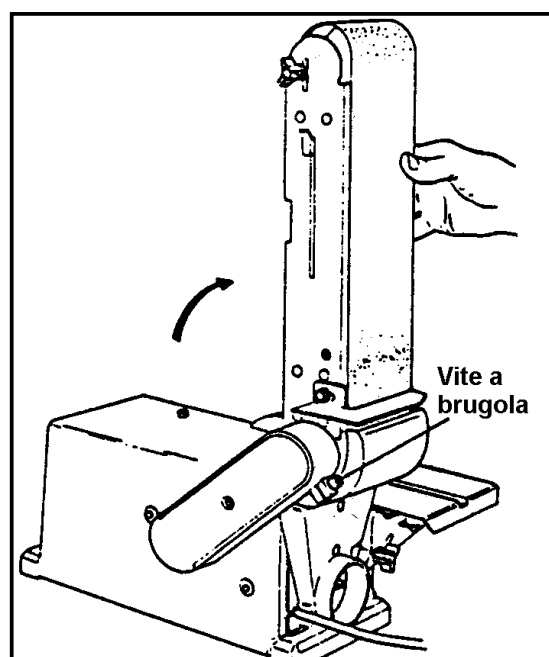

Figura 36 – Portare il nastro in verticale Art. 0505.
2. Sollevare e ruotare il telaio porta-nastro, in modo da portare il nastro in posizione verticale (figura 36).
4. Serrare la vite di bloccaggio (R) del telaio porta-nastro, ruotandola in senso orario. A questo proposito, utilizzare una chiave a brugola (da 6 mm).
5. Svitare completamente la leva di bloccaggio (E) della tavola di lavoro, estrarre la leva e smontare la tavola stessa.